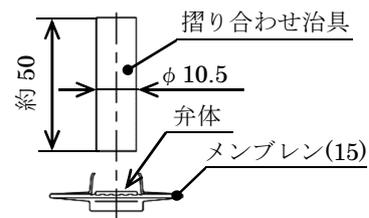

図 9 弁体の摺り合わせ治具
5.4 弁体当り面が損傷していたら摺り合わせをするか、又は新品と交換してください。軟鋼材などで図 9 のような摺り合わせ治具を準備しておきますと、弁体の摺り合わせができます。